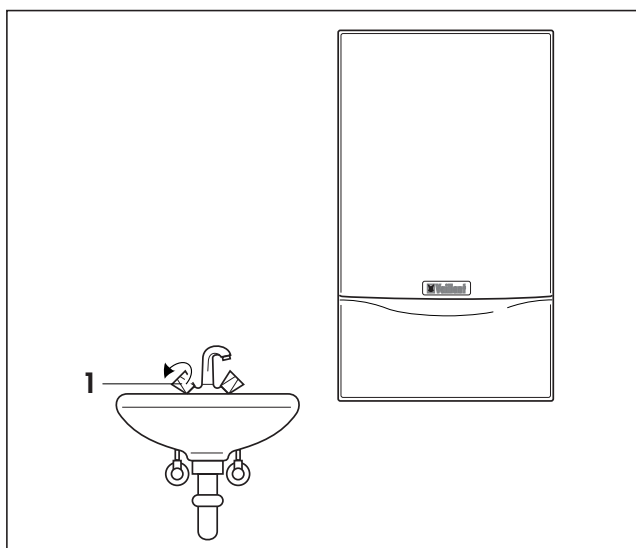

Fig. 3.10 Obținerea apei calde (aparate VM/VU)
3.4.2 Obținerea apei calde (fig. 3.10)